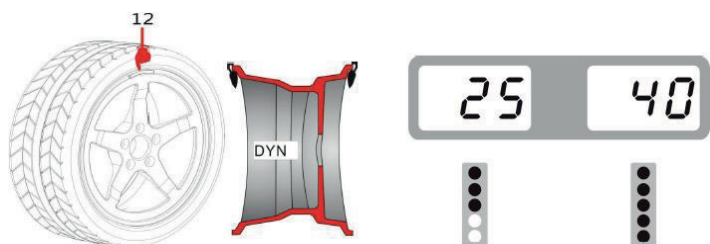

Abb. 3
- Bewegen Sie das Rad langsam gegen den Uhrzeigersinn, bis die rechte LED voll erleuchtet, und schlagen Sie das Gewicht an der Stelle von 12 Uhr ein (Abb. 3)